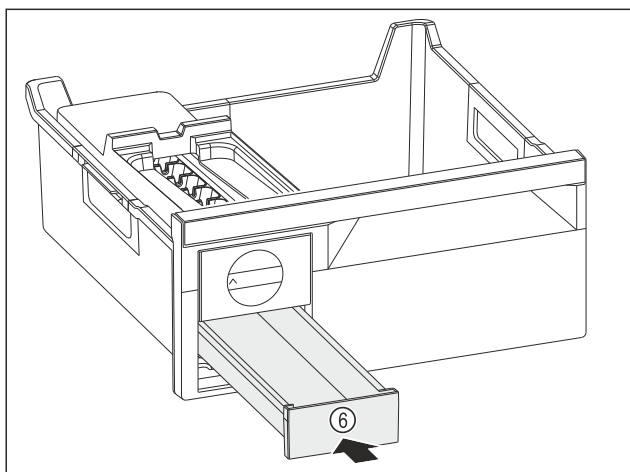

Fig. 110
- Predal za ledene kocke Fig. 110 (6) potisnite noter.